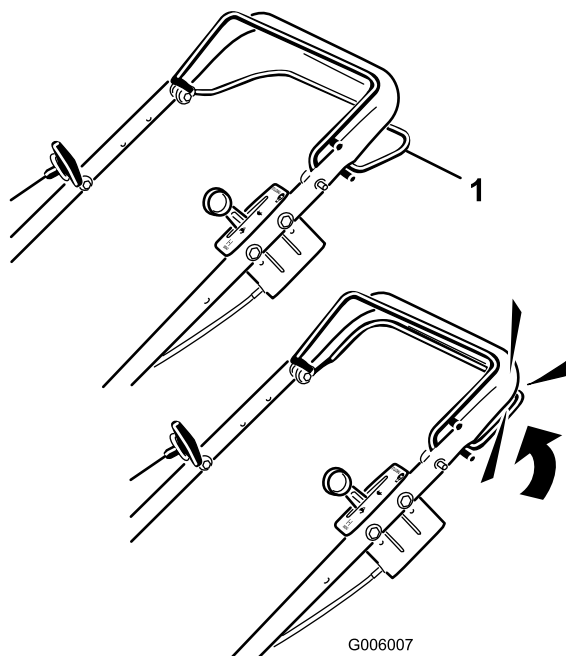

Figure 26
1. Pour actionner le système d'autotraction, serrez et maintenez la barre de commande contre le guidon (Figure 26).